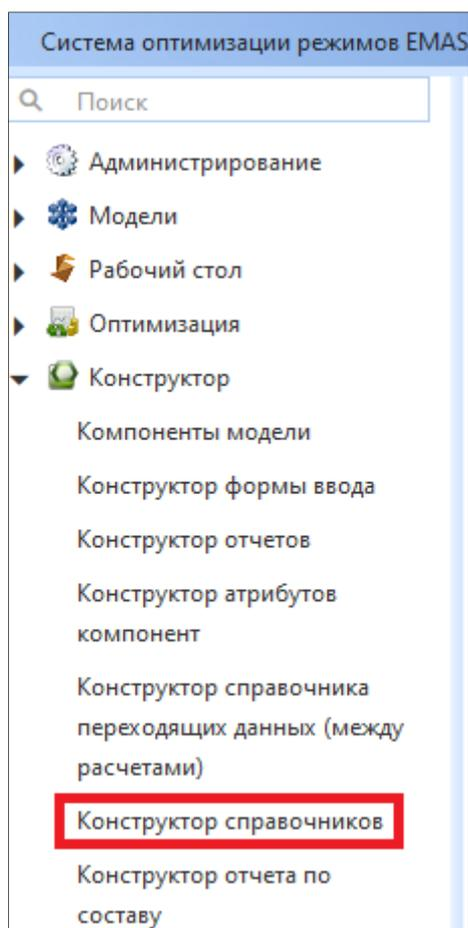

Рисунок 4.8.9 – Подраздел «Конструктор справочников»
1. Перейти в подраздел «Конструктор справочников» (рис. 4.8.9).